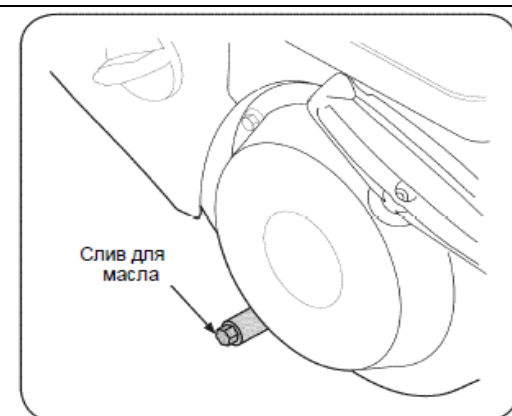

Рис.15
3. Отверните сливную пробку См. Рис. 15.